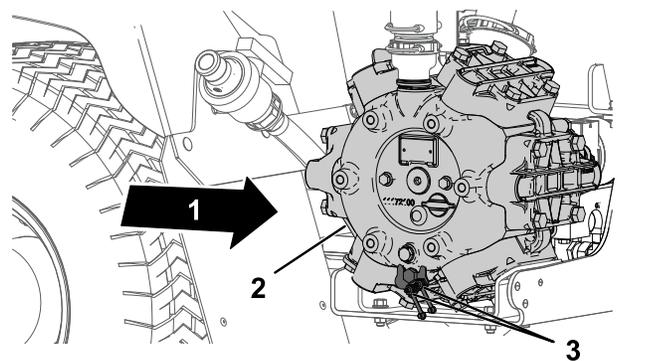

Рисунок 65
- Начисто протрите 2 выносные масленки (Рисунок 65).
- Закачайте в выносные масленки консистентную смазку (Рисунок 65).